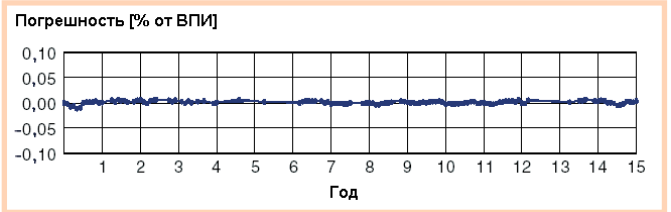

Рис. 3. Реальная погрешность показаний тестовых датчиков в течение 15 лет
Суперстабильность кремниевого резонатора подтверждается на практике постоянными испытаниями по циклическим нагрузкам, термоциклированию и т.п. На рис. 3 можно видеть результаты испытаний на дрейф нуля в течение 15 календарных лет.
- уменьшает практически до нуля напряжение синфазной помехи на входе дифференциального приёмника аналогового сигнала (например, на рис. 3 синфазное напряжение на термопаре относительно Земли не влияет на дифференциальный сигнал на входе модуля ввода);
- защищает от пробоя вследствие синфазного перенапряжения входные и выходные цепи модулей ввода и вывода (например, на том же рис. 3 синфазное напряжение на термопаре относительно Земли может быть каким